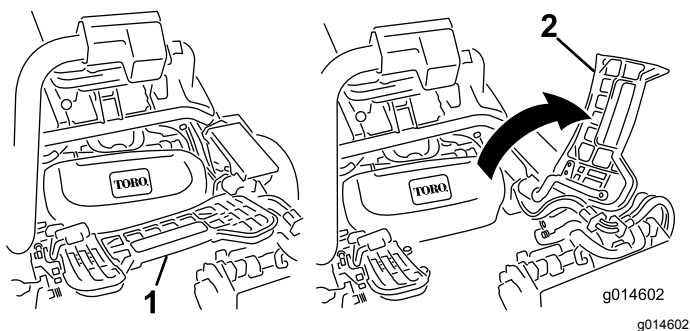

Figura 47
2. Sollevate il poggiapiedi e ruotatelo fino all'apertura, per consentire l'accesso alla posizione dell'apparato di taglio centrale. (Figura 47)